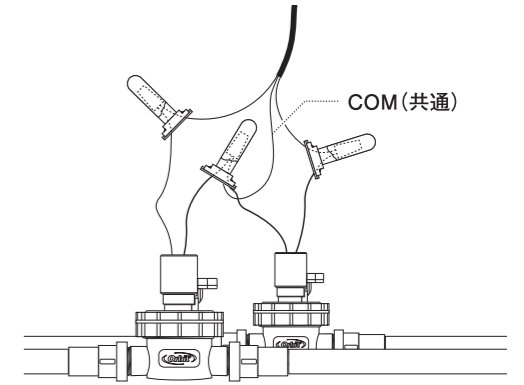

図4
- ・スプリンクラーバルブのどちらの線をタイマーケーブルのどの線に結線してもかまいません。ただしスプリンクラーバルブが複数ある場合は、各スプリンクラーバルブの1本の線をひとつにまとめ、タイマーケーブルの1本と結線してください(図4)。